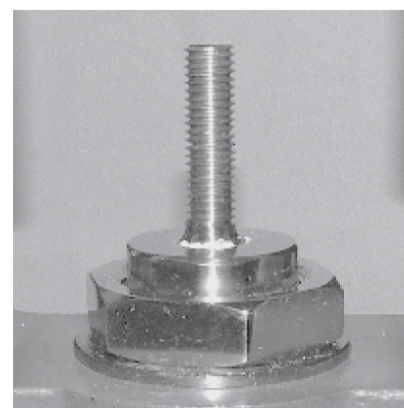

Fig. 20
- Pousser la tige de vanne vers le bas de sorte que la marque soit aligné avec la boîte à garniture (Fig. 20).